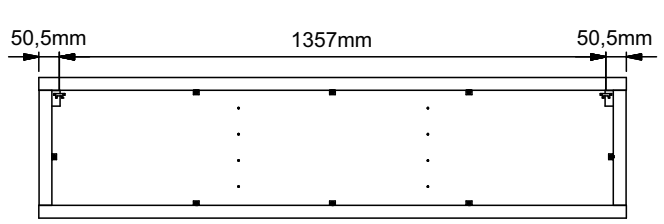

Рисунок 6
11. **ВНИМАНИЕ!** В комплекте фурнитуры имеются дюбеля **f35** с крючками **p75** для навешивания шкафа на стену. Для этого необходимо в месте навешивания шкафа разметить и просверлить с помощью электродрели отверстия диаметром **10 мм** в стене напротив кронштейнов для навешивания, как показано на рис. 6, забить с помощью молотка дюбеля **f35** в отверстия в стене, вкрутить в них крючки для навешивания **p75**, навесить корпус шкафа на крючки **p75**. При необходимости отрегулировать положение корпуса шкафа вращая регулировочные винты на кронштейнах **n38**. **Во избежание травматизма при проведении операции сверления будьте внимательны и осторожны.**